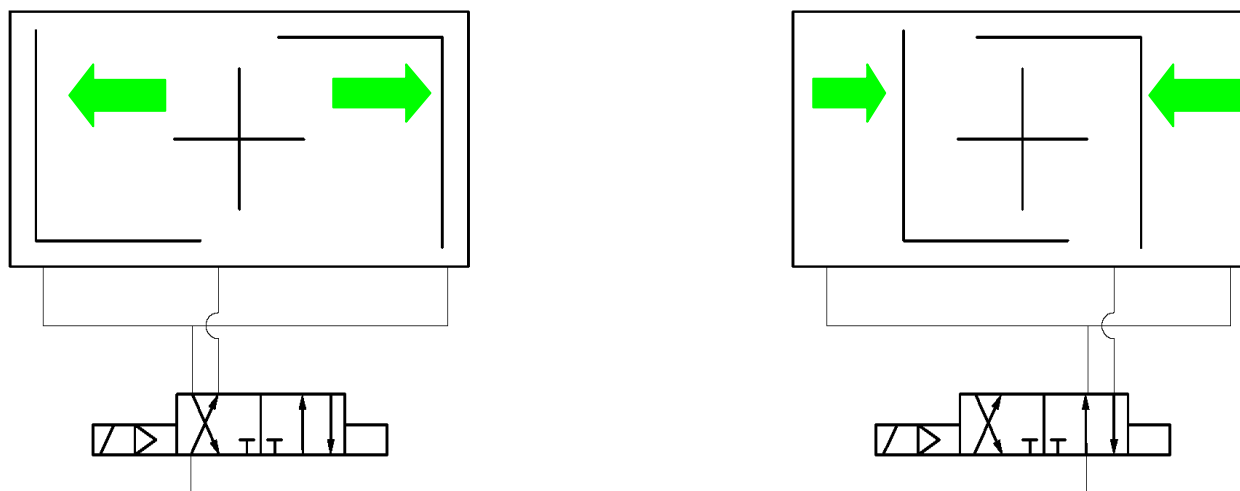

Figura 1: schemi elettrici per azionamenti a doppio effetto EBx.1 SYD
- azionamenti a doppio effetto EBx.1 SYD sono rappresentati in figura 1,